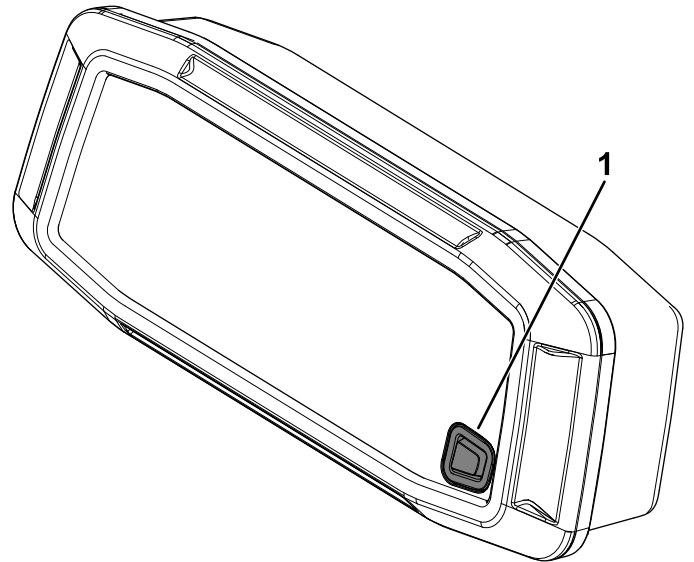

Figura 47
1. Premete e mantenete premuto il pulsante (Figura 47) per almeno 10 secondi.